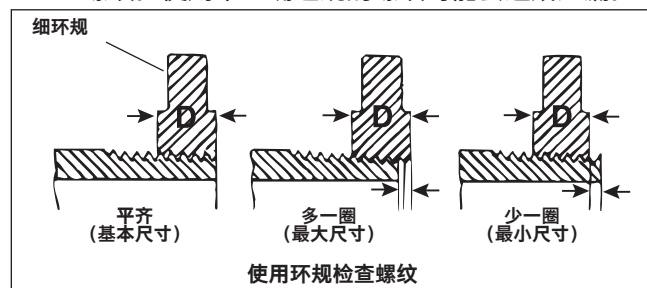

图 16 – 检查螺纹尺寸
3. 检查螺纹尺寸。检查螺纹尺寸的首选方法是使用环规。环规的款式多种多样，它们的用途也各不相同，如图 16 中所示。